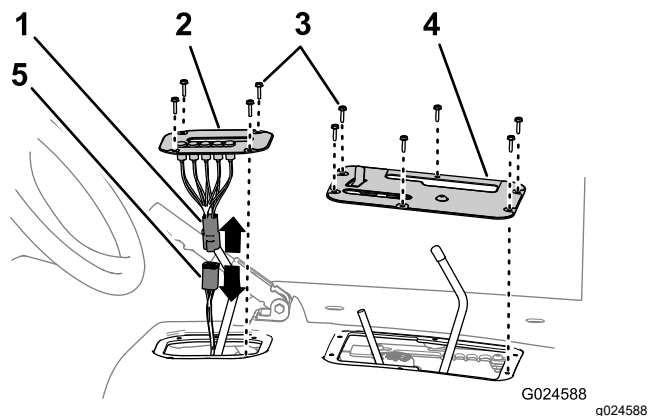

Figura 5
2. Îndepărtați cele 4 uruburi cu cap hexagonal care fixează capacul indicatorului de schimbare trepte pe cadrul suport al scaunului (Figura 5).
3. Ridicați indicatorul de schimbare trepte, deconectați conectorul acestuia de la conectorul cablului mainii și îndepărtați de la maină capacul indicatorului (Figura 5).
4. Îndepărtați cele 6 uruburi cu cap hexagonal care fixează capacul panoului de comandă pe cadrul suport scaun și scoateți capacul (Figura 5).